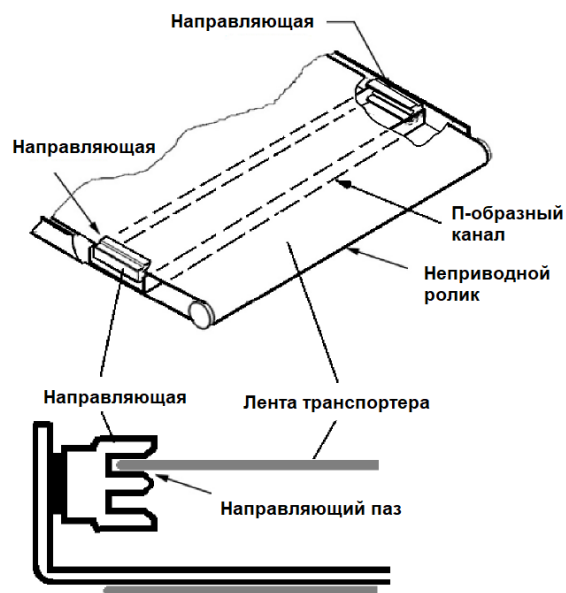

Рис. 10-1: Показана обратная сторона транспортера
6. С обратной стороны стола транспортера приварены П-образные каналы. Направляющая установлена внутри первого П-образного канала со стороны подачи (рис. 10-1). Задняя часть направляющей намагничена и таким образом она крепится к боковой стенке стола транспортера. Не устанавливайте направляющую, если кромка ленты транспортера повреждена или порвана.